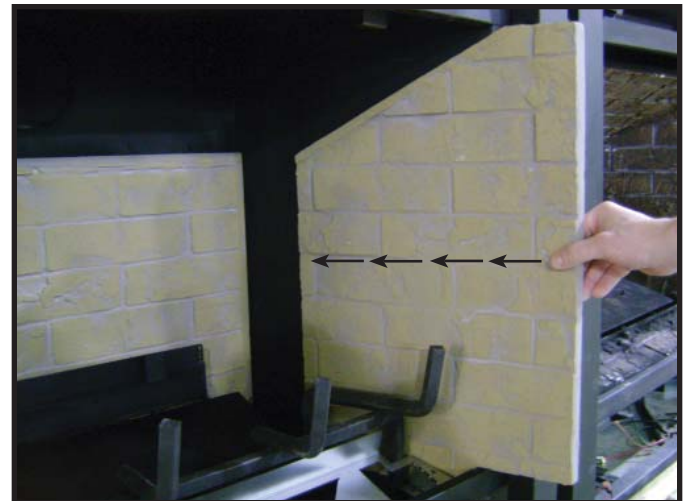

Figura 14.5
4. Deslice el panel refractario derecho completamente hacia adentro hasta que descansen contra el panel refractario trasero. Asegúrese de que el panel refractario derecho toque la pared derecha de la cámara de combustión completamente. Consulte la Figura 14.5.
El ajuste del controlador de aire debe ser ajustado por un técnico de servicio ajustado. El controlador de aire fue ajustado en la fábrica para instalar la chimenea usando el tramo mínimo del tubo vertical. Consulte la Figura 14.5.